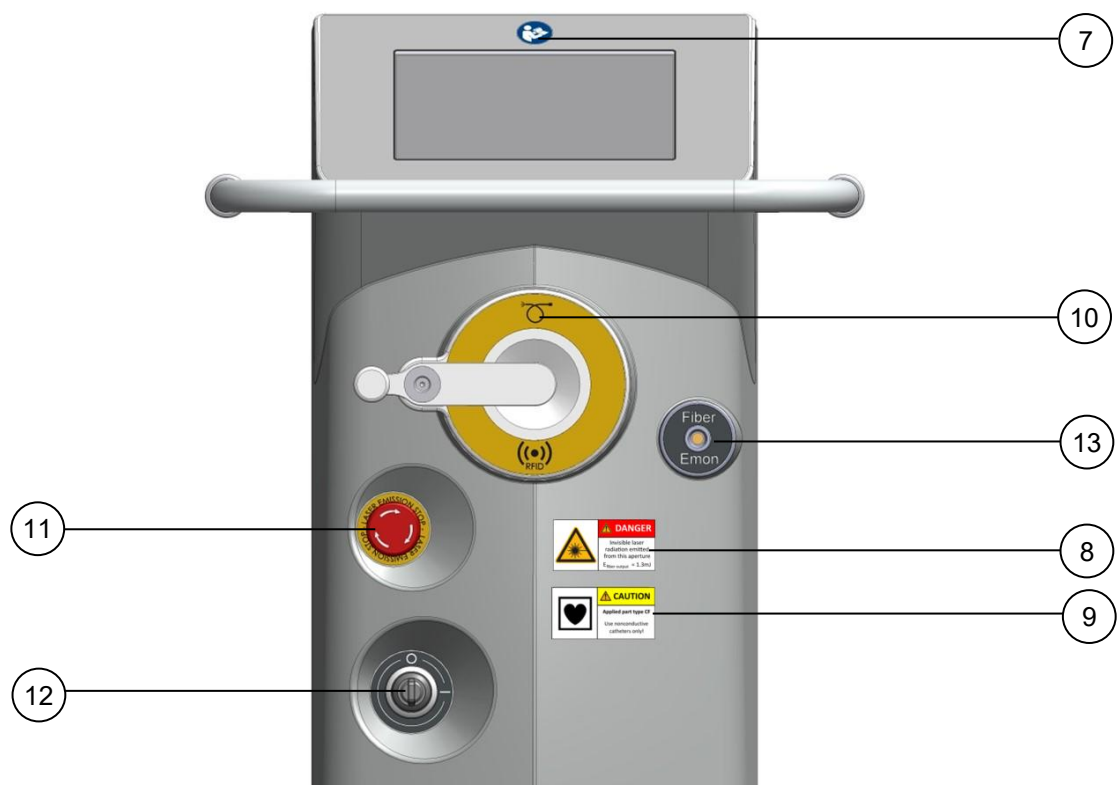

Рис. 2-2: Вид спереди
7.	Соблюдайте инструкцию по применению. Маркировка расположена на передней стороне лазера над сенсорной панелью (см. Рис. 2-2).
8.	Знак предупреждения о лазере указывает на наличие лазерного излучения в этом месте. Маркировка расположена на передней стороне лазера рядом с апертурой выхода лазерного луча (см. Рис. 2-2).
9.	Рабочая часть типа CF с защитой от разряда дефибриллятора Разрешается прикреплять только волокна типа CF. Можно использовать только катетеры из непроводящего материала. Маркировку можно найти под соответствующим соединением на передней панели (см. Рис. 2-2).
10.	Соединение волокна. Маркировку можно найти над соответствующим соединением на передней панели (см. Рис. 2-2).  Символ радиочастотной идентификации  Оптоволоконный аппликатор
11.	Идентификация остановки лазерного излучения. Маркировка расположена на передней стороне лазера (см. Рис. 2-2).
12.	Индикатор положения ключевого переключателя. О = «ВЫКЛ» I = «ВКЛ» Маркировка расположена на передней стороне лазера (см. Рис. 2-2).
13.	Монитор для измерения энергии волокна. Маркировка расположена на передней стороне лазера (см. Рис. 2-2).